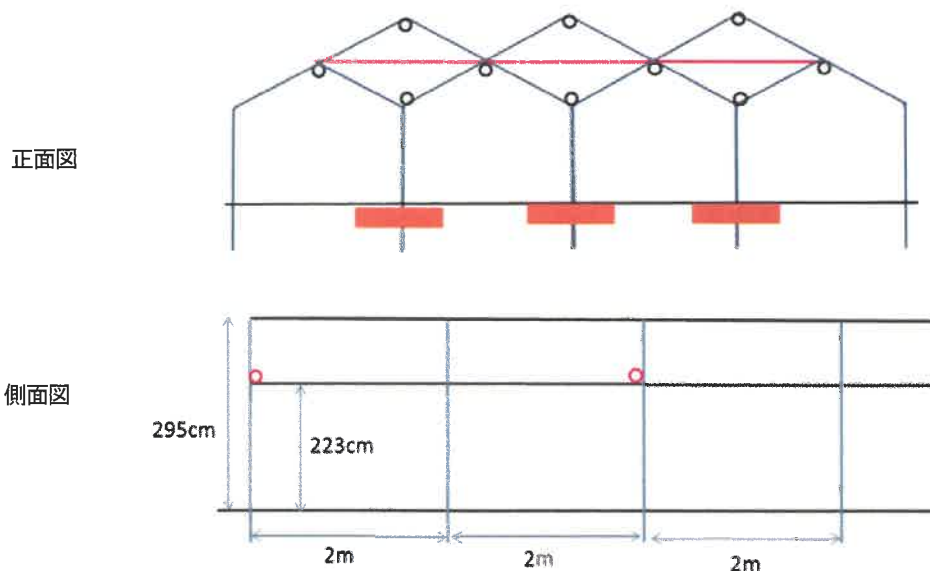

図33 アーチパイプの横方向の連結
- 直管パイプを4m毎に縦方向に連結した直管パイプの上に通し、クロスワシで固定します（図33）。